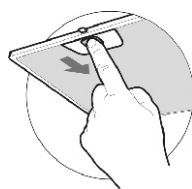

рис. 4
- снимите фильтр (рис.4), отверните винты-барашки;
- перед установкой вытяжки снимите алюминиевый фильтр, для этого нажмите на пружинный замок на фильтре и потяните его вниз и на себя (рис. 4);